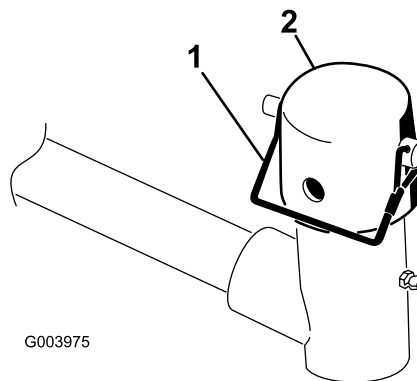

Figura 4
3. En el brazo de elevación de cada una de las unidades de corte, retire el pasador de seguridad que sujeta el tapón al brazo giratorio y retire el tapón (Figura 4).